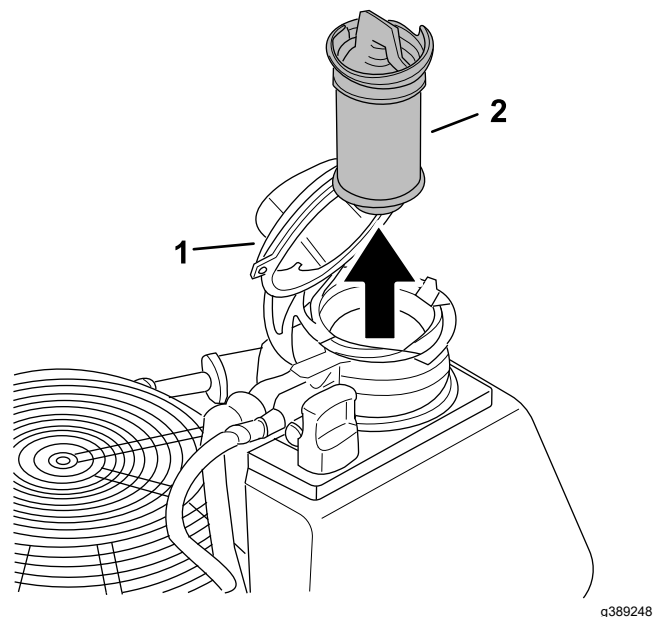

**Figura 47**
6. Coloque un recipiente de vaciado debajo de la válvula de vaciado (**Figura 47**).